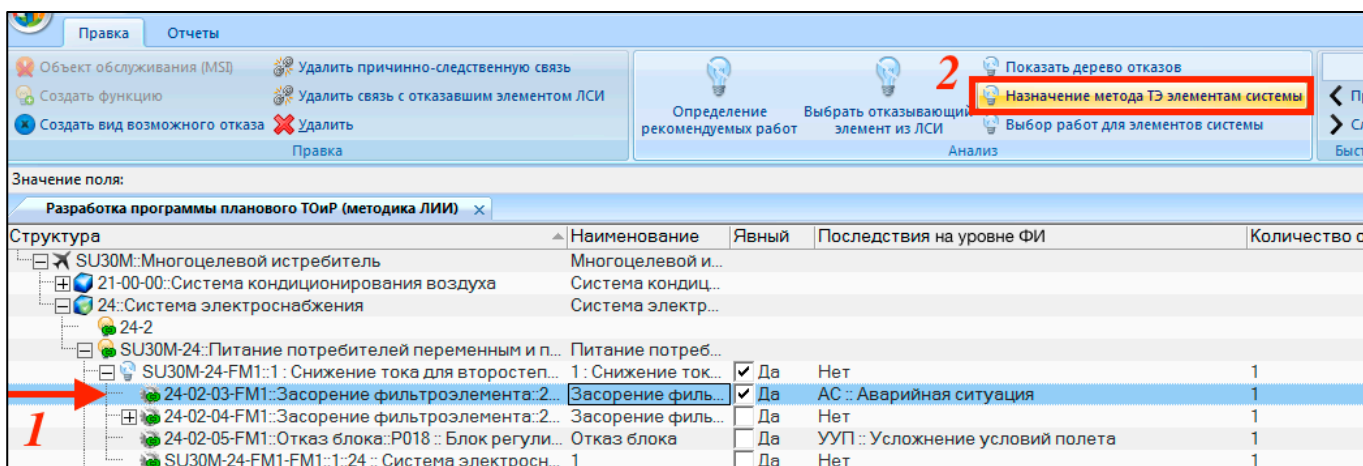

Рис. 11-91 – Открытие окна для назначения метода ТЭ
1) В окне «Разработка программы планового ТОиР (МУ 1.1.296-2014)» выбрать любой КО для интересующего нас компонента (1 на рис. 11-91). На данном шаге последствие КО не учитывается.